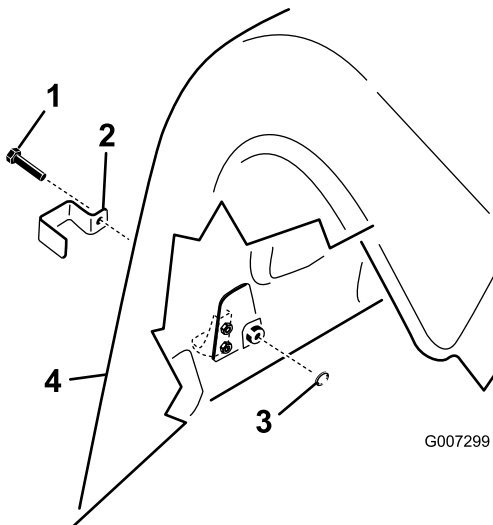

Figure 18
1. Sur le modèle ProCore 864, fixez une patte de verrouillage par dessus les fermetures de capots supérieures et inférieures arrière gauches et droites à l'aide d'un boulon (4 en tout); voir Figure 18).
2. Sur le modèle ProCore 1298, fixez une patte de verrouillage par dessus toutes les fermetures de capot inférieures arrière et la fermeture supérieure extérieure des capots arrière droit et gauche avec un boulon (3 par tête d'aération, 6 en tout); voir Figure 18.
3. Avec une pince ou une clé réglable, vissez une rondelle de blocage interne sur chaque boulon (1 à 2 filets) pour fixer la fermeture (Figure 18).